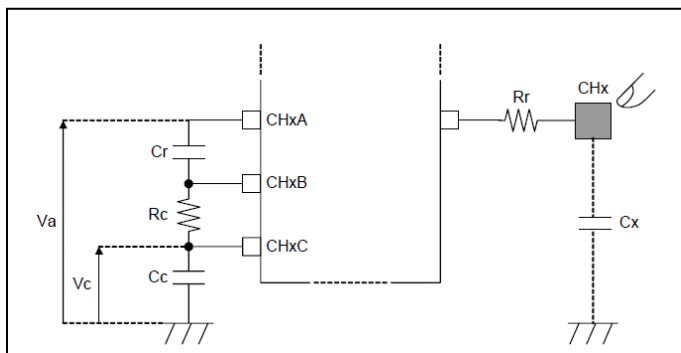

図1-3 計測時電圧
- (1) CHxC端子を電源電圧(Vdd)にして、Ccを充電します。
- (2) Ccの充電完了後、CHxBをグラウンドレベル(0V)にして放電を行います。[放電]
- (3) 短時間放電を行った後、CHxBをハイインピーダンスにして、CHxA端子の電圧を計測します。[電圧計測]
- (4) 以降、(2)、(3)(放電/電圧計測)を繰り返します。この時、図1-3のように、CHxA端子電圧をVa、Ccの電圧をVcとすると、電圧計測時のVaは下の式で表されます。